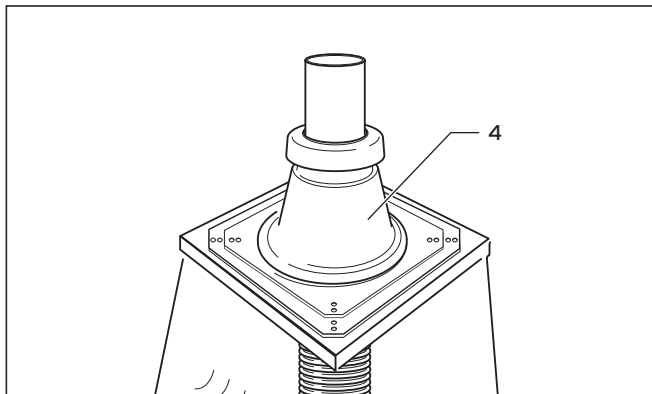

Fig. 4.63 Couvercle de cheminée
- Enfoncez le chapeau de cheminée (4) sur le conduit débouchant et placez-le sur la cheminée (→ Fig. 4.63).
- Fixez le chapeau de cheminée (4) avec 4 vis.